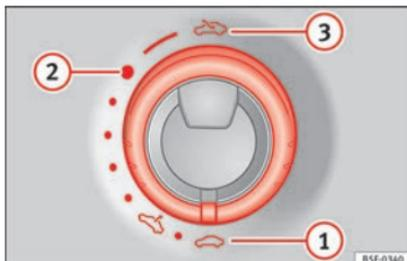

Fig. 11 No tejadilho interior: rodar o comando para a abertura e fecho.
- Abrir: abrir o interruptor para a posição » Fig. 11 ③.
- Posição de conforto: rode o interruptor para a posição » Fig. 11 ②.
- Fechar: rode o interruptor para a posição » Fig. 11 ①.